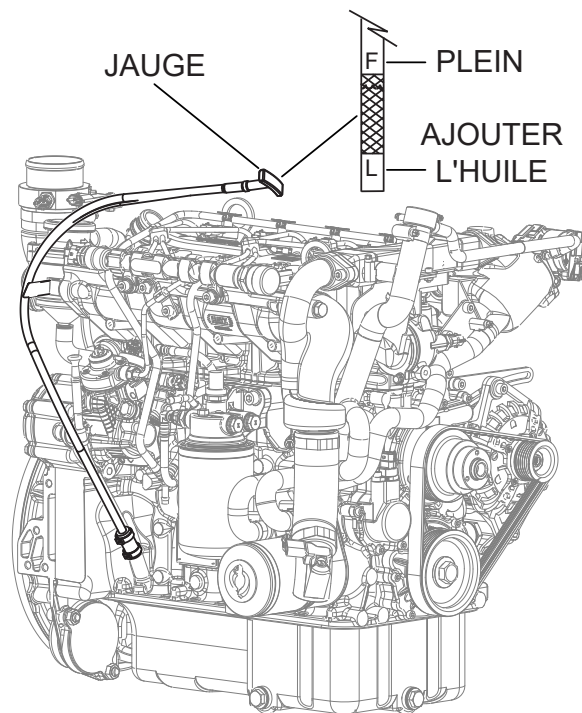

Figure 6. Ajout d'huile moteur
2. Retirer la jauge d'huile moteur de son support (Figure 6).